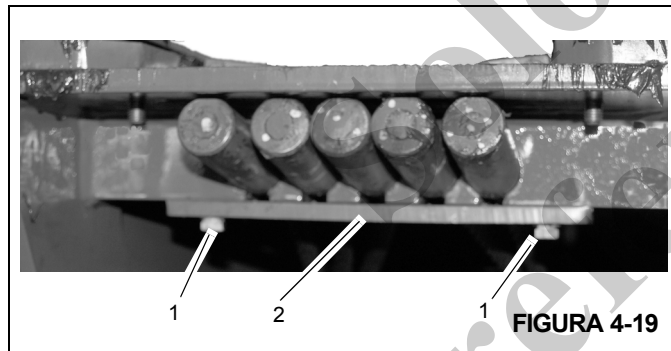

FIGURA 4-19
- Saque los pernos y arandelas (1) que fijan la placa retenedora del cable de extensión (2) a la parte trasera de la sección de extremo Figura 4-19. Retire la placa retenedora y saque los cinco extremos de cables de extensión de los agujeros alargados de la sección de extremo.